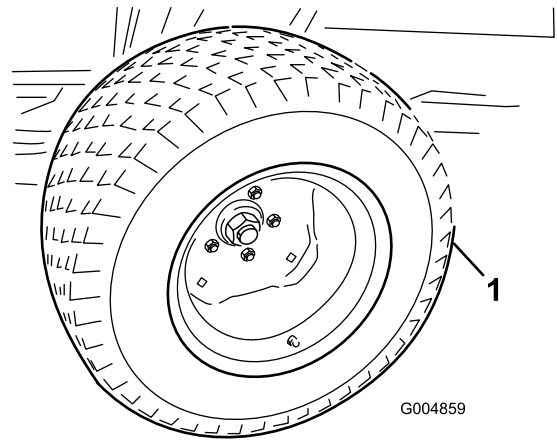

図 79
27. 夏用駆動タイヤを取り付ける各タイヤにつきラグナット2個を使用する 図 79。